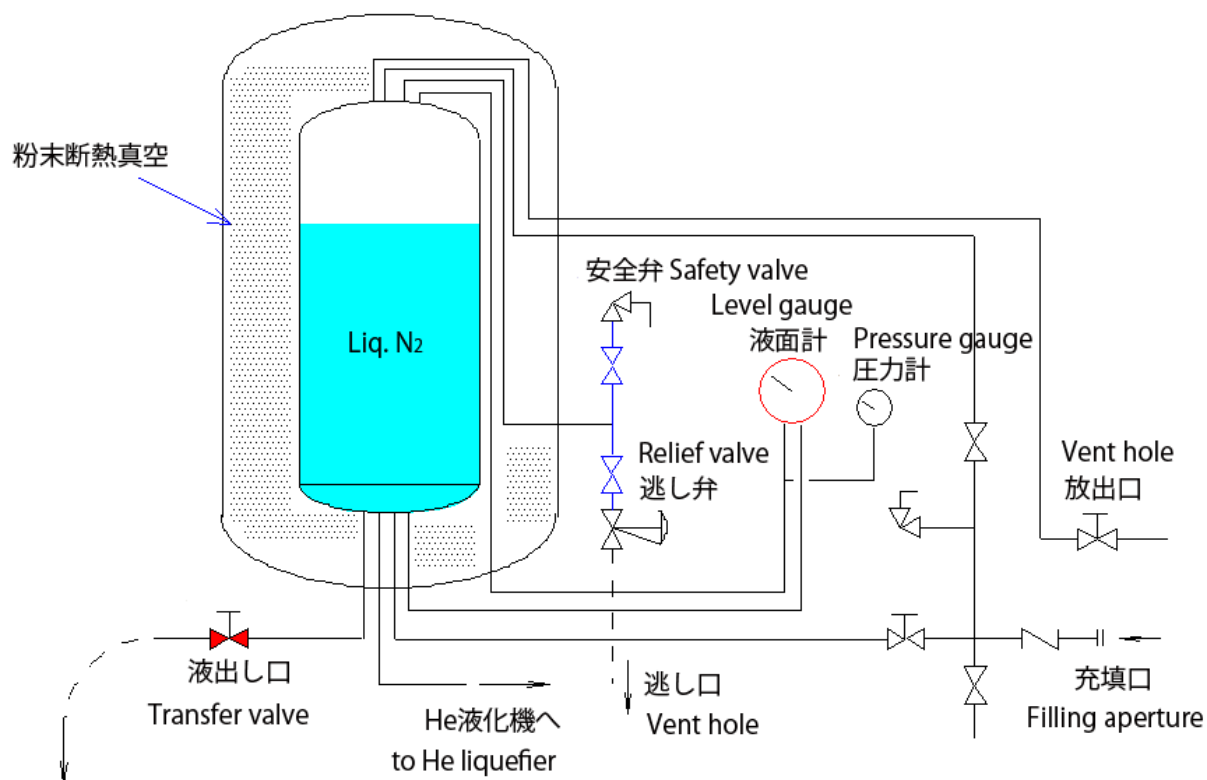

Fig. 7. 液体窒素貯槽の構造 Structure of liq. N2 tank
- g) 液体窒素を汲み出す時、貯槽のバルブは液出し用のもの以外にはさわらない。Fig. 7 に液体窒素の貯槽の構造を示す。液体窒素の液面は液面計(差圧計)により、液面上のガス圧と貯槽内底部の液圧との差から知ることになっている(液面計の目盛りは液量ではなく液の高さを表示している)。ユーザーは槽内の圧力を利用し液出し口から液体窒素を汲み出す。